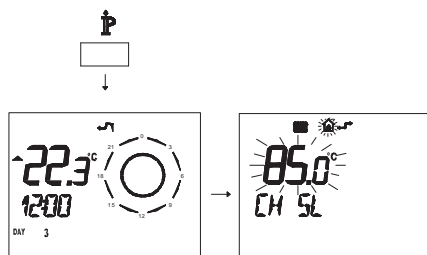

Figura 5.77
- Premere per più di 3 secondi il pulsante IP per entrare in modalità INFO (Figura 5.77).